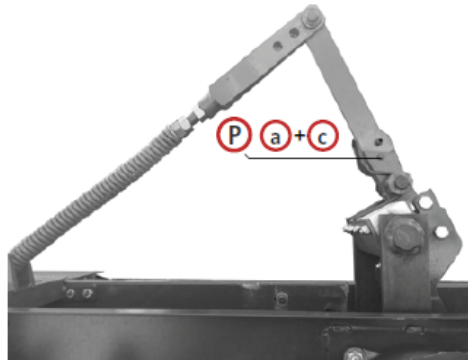

Fig. 8c
- a) Saque el perno de seguridad (P) (Fig. 8c) de su posición estándar – orificio (a) concuerda con el orificio (c).